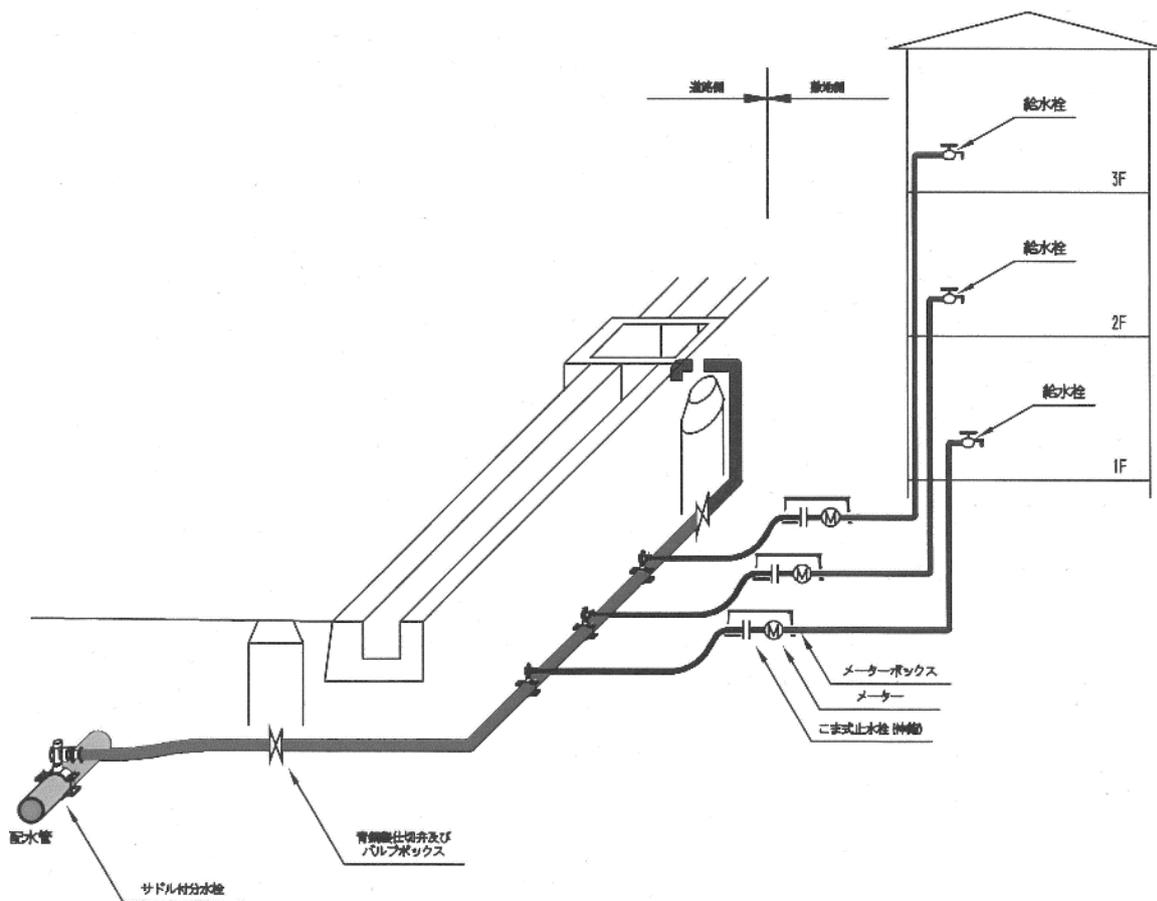

図 6-2 共同住宅における三階直結直圧式給水標準図
2. 共同住宅の施工基準 (図 6-2)
- ① 共同住宅の各戸のメーターは原則地付けとする。
- ② 各階の立上り管はメーターと同口径で配管を行うこと。
- ③ 各階の給水栓数は、戸建て住宅におけるメーター口径別の給水栓数で求めることができる。